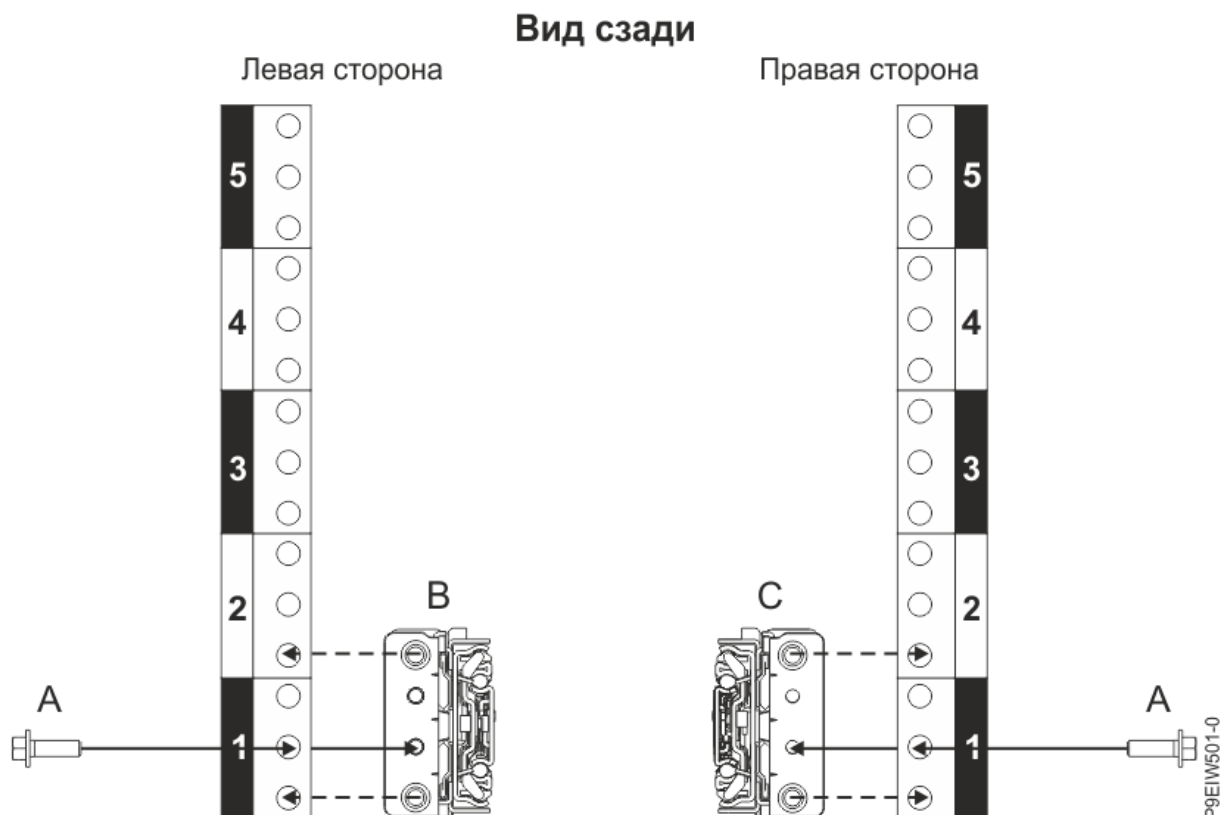

Рисунок 5. Прикрепления раздвижных направляющих сзади стойки
10. Закрепите левую раздвижную направляющую (**В**) и правую раздвижную направляющую (**С**) винтом М5 размером 16 мм (**А**), как показано на Рисунок 5 на стр. 6. Вставьте каждый винт в отверстие с резьбой на фланце направляющей, расположенное на уровне среднего отверстия в самом нижнем стоечном отсеке ЕІА, и закрутите его.